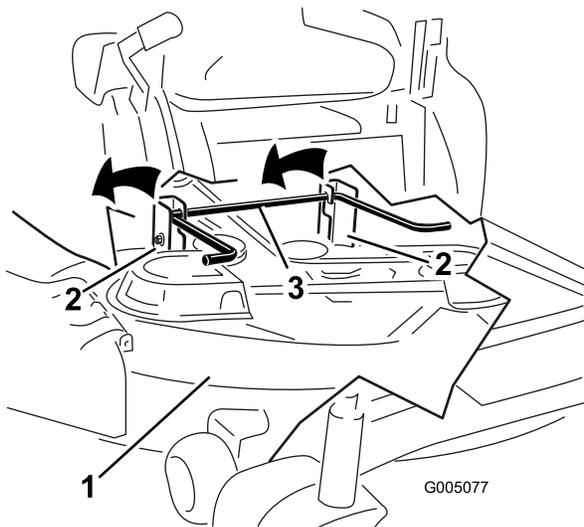

Bild 69
7. Heben Sie das Mähwerk und die Hängeprofile über die hintere Hubstange und senken Sie das Mähwerk vorsichtig auf den Boden ab (Bild 69).
5. Heben Sie das Heck des Mähwerks an und führen Sie die Hängeprofile über die hintere Hubstange (Bild 69).